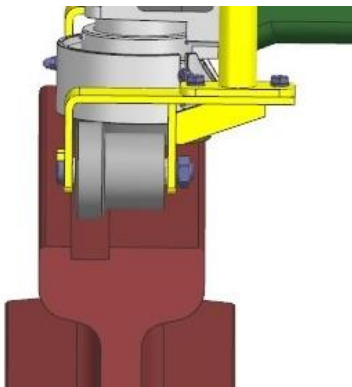

Figura 9: Rodillo para carriles de garganta plana
- juego de rodillos para carriles de garganta no profunda (figura 9)